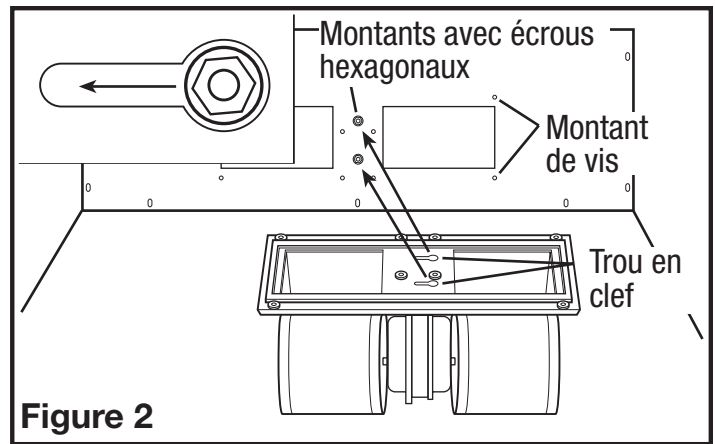

Figure 2
- Soulever la soufflante dans le couvercle de la hotte et glisser les trous en poire dans la bride de montage du moteur au-dessus des montants de la hotte. Glisser le moteur en place et serrer les écrous hexagonaux sur le montant de montage tout en alignant les 8 trous dans la bride de montage du moteur avec les 8 montants de vis de la hotte (**Figure 2**).
- Soulever la soufflante dans le couvercle de la hotte et glisser les trous en poire dans la bride de montage de la soufflante sur les deux montants de la hotte. Glisser la soufflante en place et serrer les écrous hexagonaux sur les montants de montage tout en alignant les 8 trous dans la bride de montage de la soufflante avec les 8 vis des montants de la hotte (**Figure 2**).